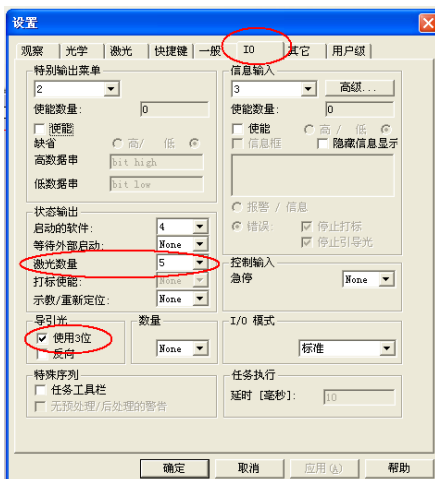

图 22
- 1) 点开 SAMlight 软件, 点击系统—>设置, 打开设置对话框, 选择 IO, 进入 IO 设置窗口, 在“状态输出”栏中的“激光数量” 勾选框勾选“5” 如图 22
- 2) 在“导引光” 勾选框勾选“使用 3 位”, 如图 22